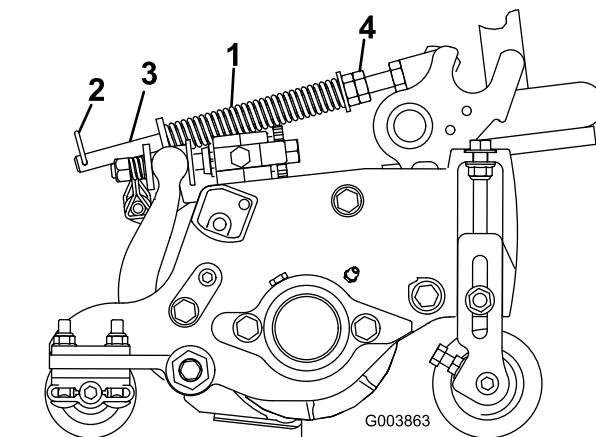

図 16
1. ヘアピン・コッターがスプリング・ロッドの後の穴に差し込まれていることを必ず確認しておいてください（図 16）。
2. スプリングロッド前部の六角ナットを締め、スプリング（圧縮状態）の長さが15.9 cm になるようにする（図 16）。
**注** カッティングユニットを機体から外す場合には、ヘアピン・コッターをスプリング・ロッドの前の穴に移動させてください（図 16）。そして、カッティングユニットを機体に取り付けたときには、忘れずにヘアピン・コッターをスプリング・ロッドの後の穴に移動させてください。